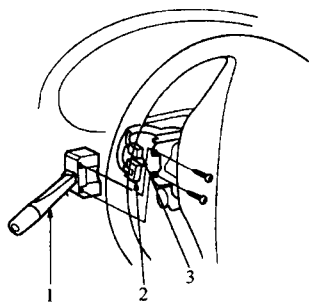

图 1-18 照明开关——1994~1997 年英蒂格拉车型
(2) 1994~1997 年英蒂格拉、魄力力和 2.5TL 车型 (图 1-18)